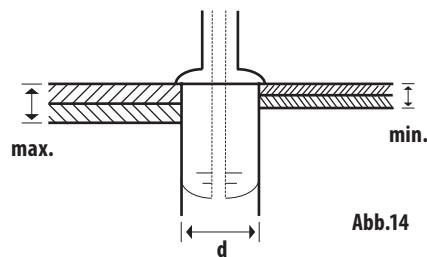

Abb.14
- 2) Wählen Sie einen Niet aus geeignetem Material, mit Abmessungen entsprechend dem Bohrungsdurchmesser und seiner minimalen und maximalen Tiefe. Diese Parameter sind für eine feste Vernietung notwendig, siehe Abb. 14.